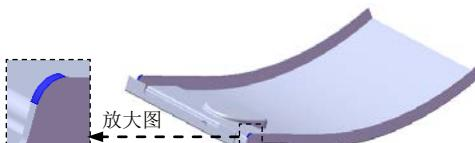
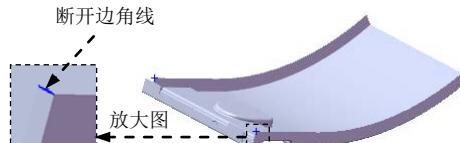

图 14.2.32 断开一边角 1
图 14.2.33 断开边角线
Step10. 创建图 14.2.32 所示的钣金特征——断开一边角 1。
(1) 选择命令。选择下拉菜单 **插入(I)** → **钣金(H)** →  **断裂边角(E)...** 命令(或单击“钣金”工具栏中的  按钮)。
(2) 定义折断边角选项。激活 **折断边角选项(B)** 区域的  , 选取图 14.2.33 所示的各边线。在 **折断类型:** 文本框中选取“圆角”按钮  , 在  文本框中输入圆角半径值 0.5。
(3) 单击  按钮, 完成断开一边角 1 的创建。